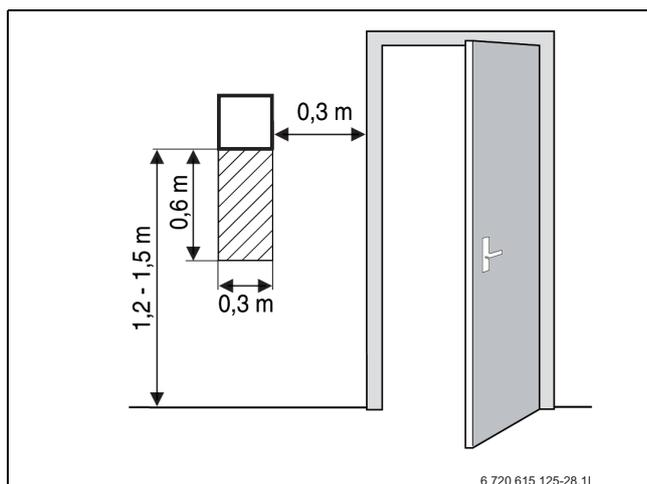

Рис. 16 Рекомендуемое расположение датчика комнатной температуры
- Беспрепятственная циркуляция воздуха под датчиком (заштрихованная область на рис. 16 должна быть свободной)